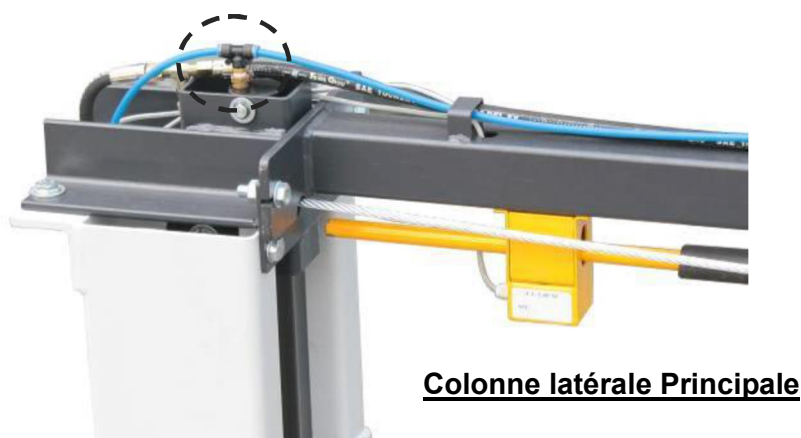

Fig. 9a
1. Première vis sur les connecteurs de raccord de tuyau sur les orifices d'extrémité inférieure du cylindre. (Fig. 9a)